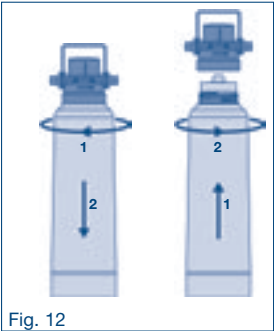

Fig. 12
- 2. Retirez la cartouche filtrante de la tête de filtre en la dévissant dans le sens des aiguilles d'une montre (voir la fig. 12). La tête de filtre pivote sur 90° sur le support de filtre pour faciliter le démontage de la cartouche filtrante.
- 3. Procédez à l'installation de la cartouche filtrante (voir la fig. 12).